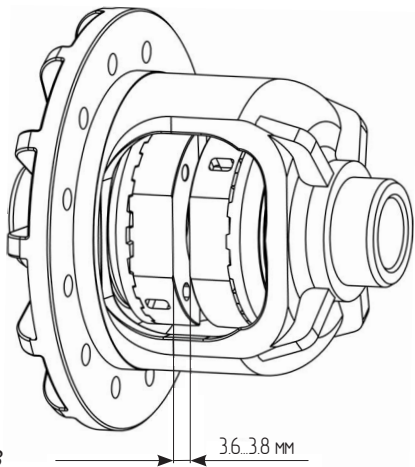

Рис. 3
13. Используя набор плоских щупов, измерьте зазор между муфтами как показано на **Рис. 3**. Зазор должен составлять от 3,6 до 3,8 мм.